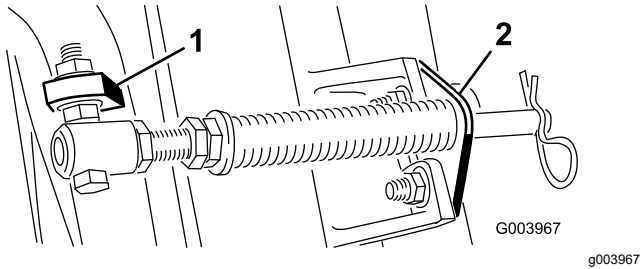

Bild 5
- Montieren Sie die Stangenhalterung mit den Schlossschrauben und Muttern an den Mähwerksnasen (Bild 5).